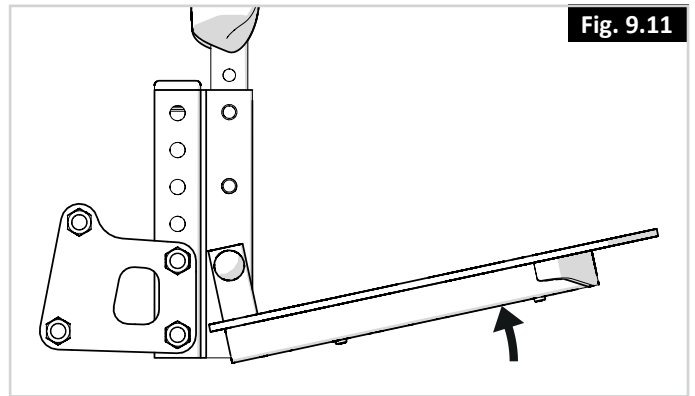

Fig. 9.11
1. Das Fußbrett auf den gewünschten Winkel einstellen (Fig. 9.11).